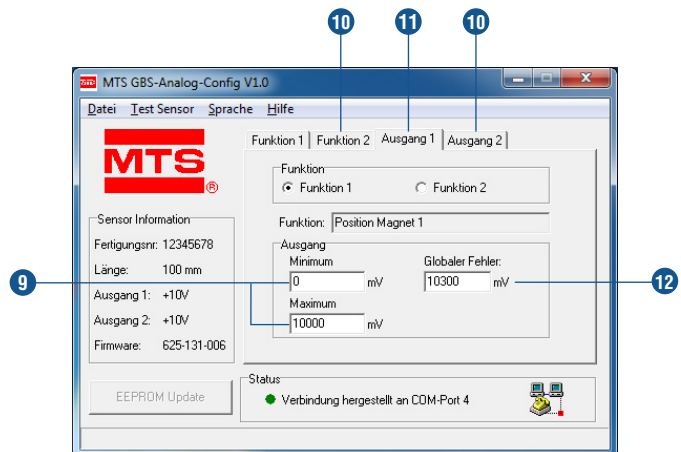

Abb. 39: Beispiel mit Registerkarten
- 9 Das Feld **Ausgang Minimum** gibt den Strom- oder Spannungswert an, der am Startpunkt der gewählten Funktion ausgegeben werden soll. Tragen Sie den zum Endpunkt gehörende Ausgangswert im Feld **Ausgang Maximum** ein (Abb. 39).
- 10 Die Registerkarten **Funktion 2, Ausgang 2** ermöglichen eine Einstellung des zweiten Analogausgangs (Abb. 39).
- 11 Über die Registerkarte **Ausgang 1** werden die entsprechenden analogen Ausgangssignale zugeordnet (Abb. 39).
- 12 Ist kein Positionsmagnet vorhanden oder befindet sich dieser in der Totzone am Stabende des Sensors, also ausserhalb des Messbereichs, so wird ein **Globaler Fehler** ausgegeben. Der Fehlerwert kann innerhalb von **-0,7...20,3 mA** bzw. **-0,4...10,4 VDC** eingestellt werden (Abb. 39).